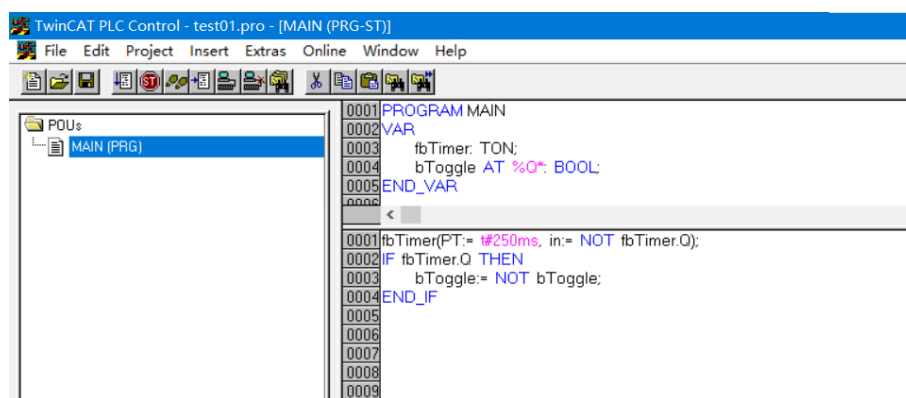

图 3.12 心跳位代码编写
1) 打开软件【PLC Control】→ 编写一段心跳代码 → 保存代码到指定位置，本平台使用如图 3.12 所示心跳位代码（若已有程序可直接添加到 PLC 中）。